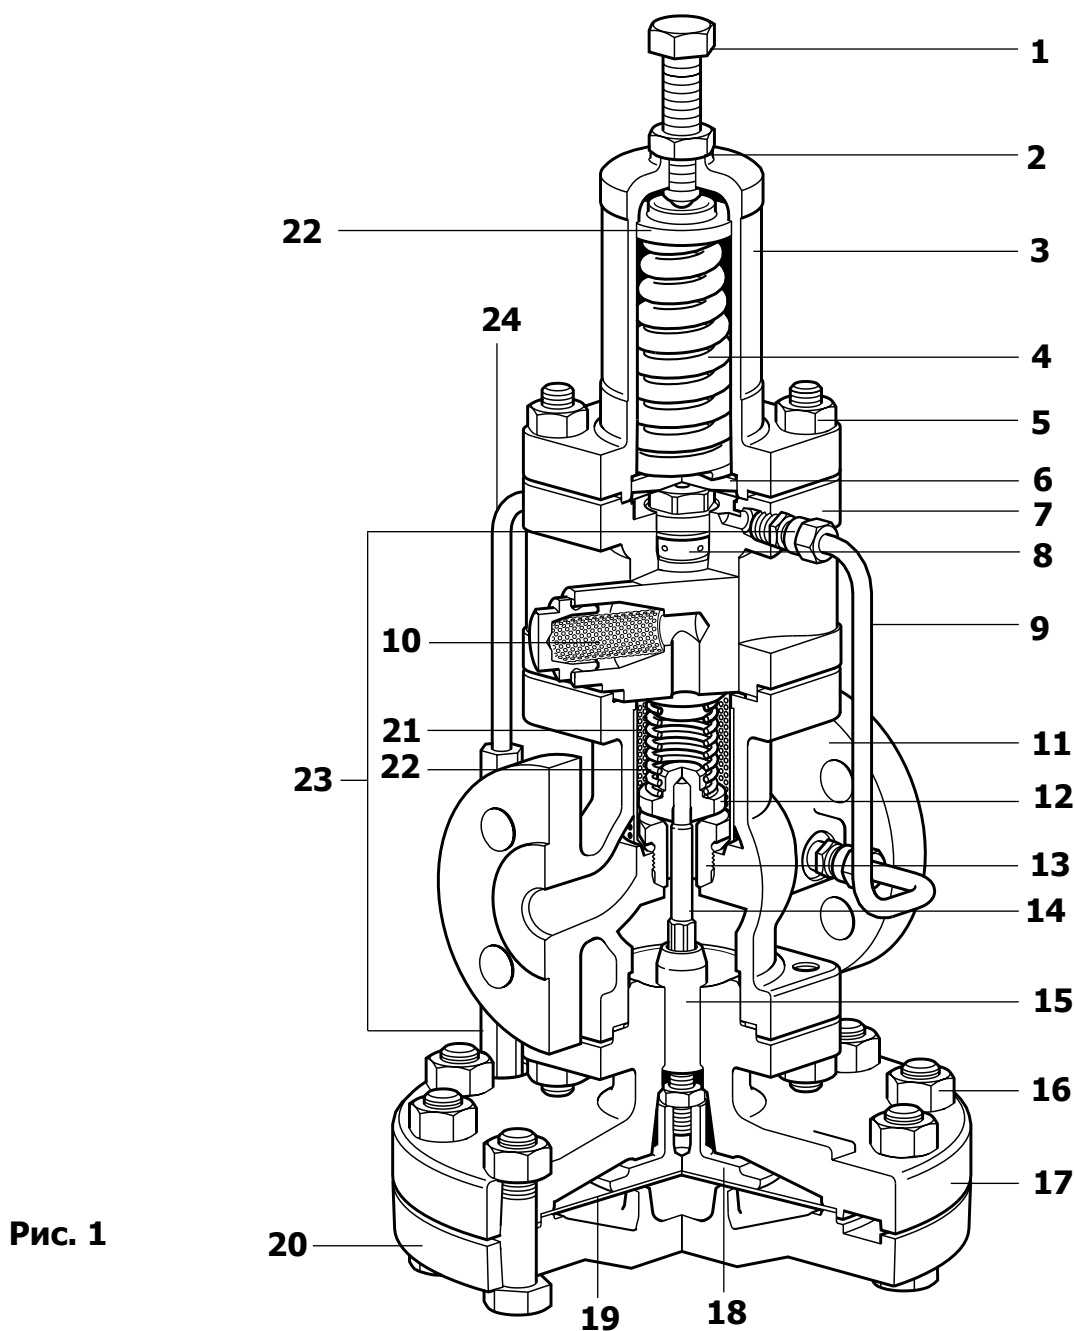

Рис. 1
- a.** Снять встроенную импульсную трубку поз. 9 рис. 1.